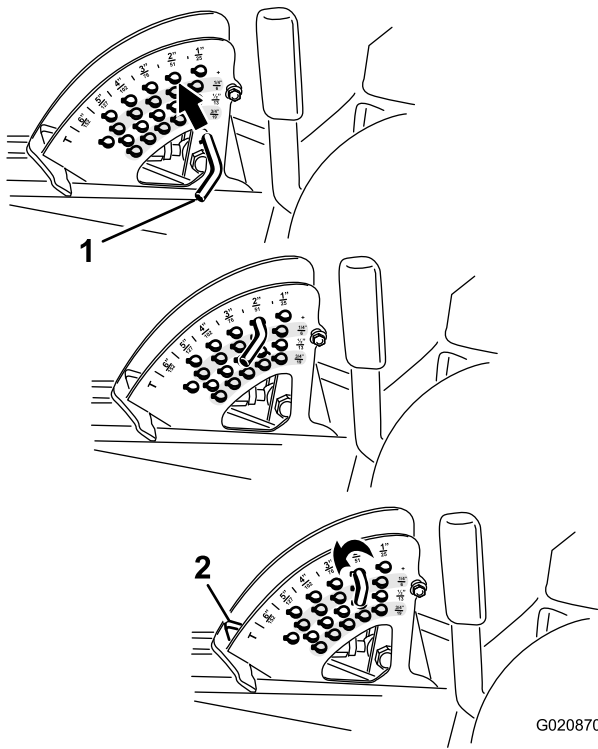

図 20
注 デッキを上昇位置にロックするには、上昇位置からさらに 15 cm 上昇させ、刈高ストップピンを抜いて、ピンを刈高 15cm の穴に通します(図 20)。
2. ストップピンについているロールピンを回してピンと刈高設定穴のスロットとが整列したところでピンを抜き取る(図 20)。
3. 刈高ブラケットについている穴から、希望する刈高に対応する穴を見つけ、その穴にピンを通し、ピンを回してロックする(図 20)。
注 穴は全部で 4 列あります(図 20)。外周側の列は、外周部に刻印されている通りの刈高の穴です。2 列目の穴は、それぞれ 1 列目プラス 6 mm の刈り高となります。3 列目の穴は、それぞれ 1 列目プラス 12 mm の刈り高となります。一番下の列の穴は、それぞれ 3 列目プラス 18 mm の刈り高となります。刈高 152mm だけは例外で、2 列目のはずれにあります。この穴にセットすると刈高 152 mm となります 6 mm アップにはなりません。